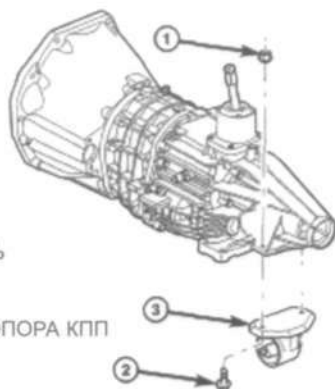

Рис. 77.
- (1) Установить опору КПП на КПП (Рис. 77 и 78).
- (2) Расположить траверсу на автомобиле. Закрепить траверсу к опоре при помощи болта и гайки.
- (3) Убрать опору КПП.
- (4) Опустить автомобиль.
- (5) Подсоединить минусовой провод АКБ.